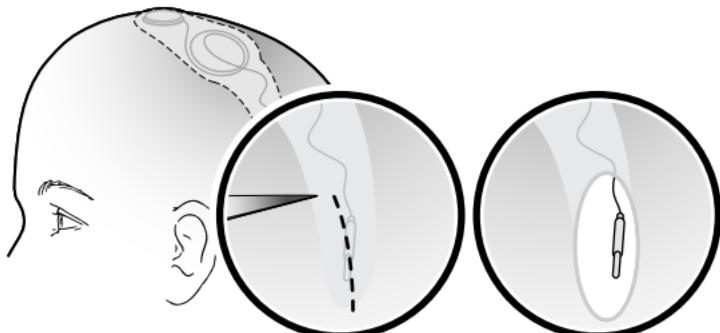

Abbildung 2. Freilegen der Elektrode und der Elektrodenschutzkappe durch Inzision
2. Nehmen Sie eine ausreichend lange Inzision vor, um Zugang zur Elektrode und Elektrodenschutzkappe zu erhalten. Sie benötigen etwas Spielraum, um die Elektrode beim Hantieren mit der Elektrodenschutzkappe und beim Anschließen der Elektrode an die Verlängerung festhalten zu können (siehe Abbildung 2).